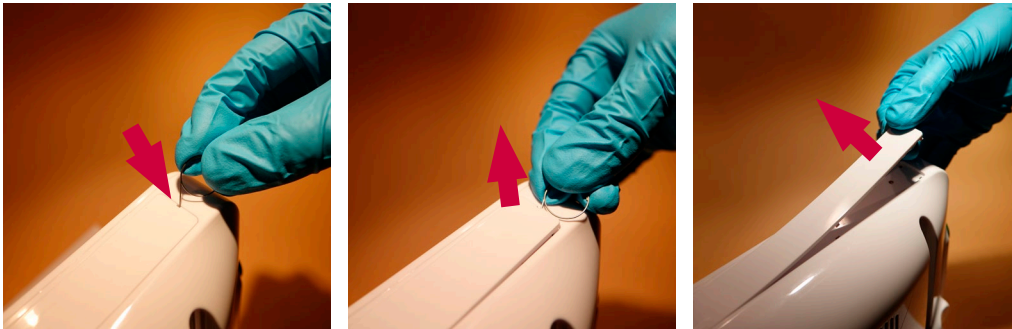

Figura 4: Extracción de las placas de identificación
c) Retire las placas de identificación con el logotipo de Ambu de la parte superior e inferior de la unidad de visualización (Figura 4)